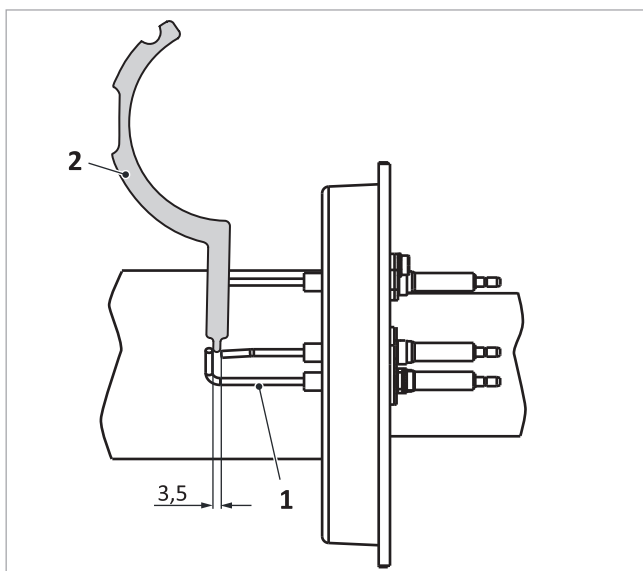

Fig. 111: distanza tra elettrodi e massa dell'elettrodo di accensione
1. Verificare le distanze dell'elettrodo di ionizzazione con l'ausilio del calibro per elettrodi → fig. 111 (2) (eventualmente correggere piegando con attenzione).
- elettrodi tra loro → fig. 111 (1): 3,5 mm